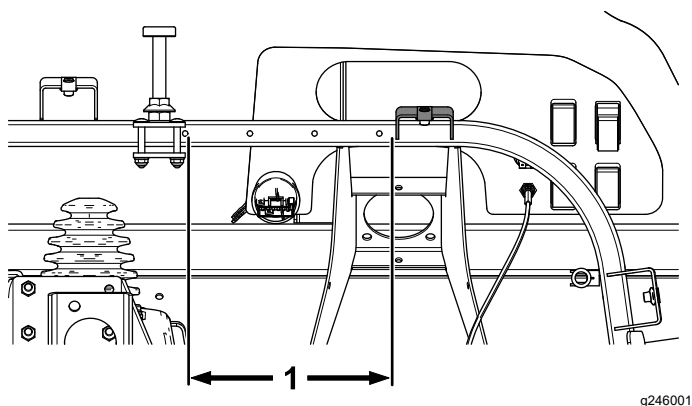

Figura 35
1. Mida 20,7 cm hacia la izquierda desde el extremo inferior del soporte del capó y marque la ubicación (Figura 35).